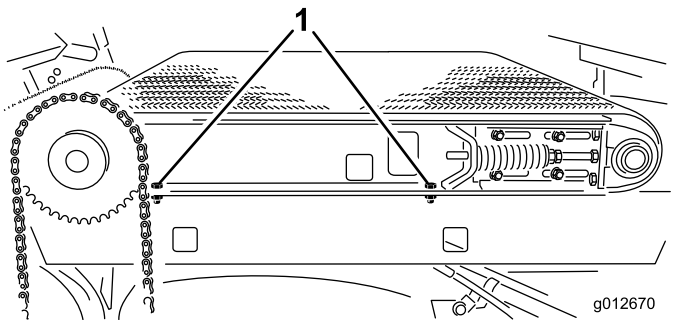

Bild 31
2. Ziehen Sie auf der rechten Seite der Maschine die beiden Bundkopfschrauben fest, die die Gleitrahmenschiene am rechten Kotflügel befestigen (Bild 31).